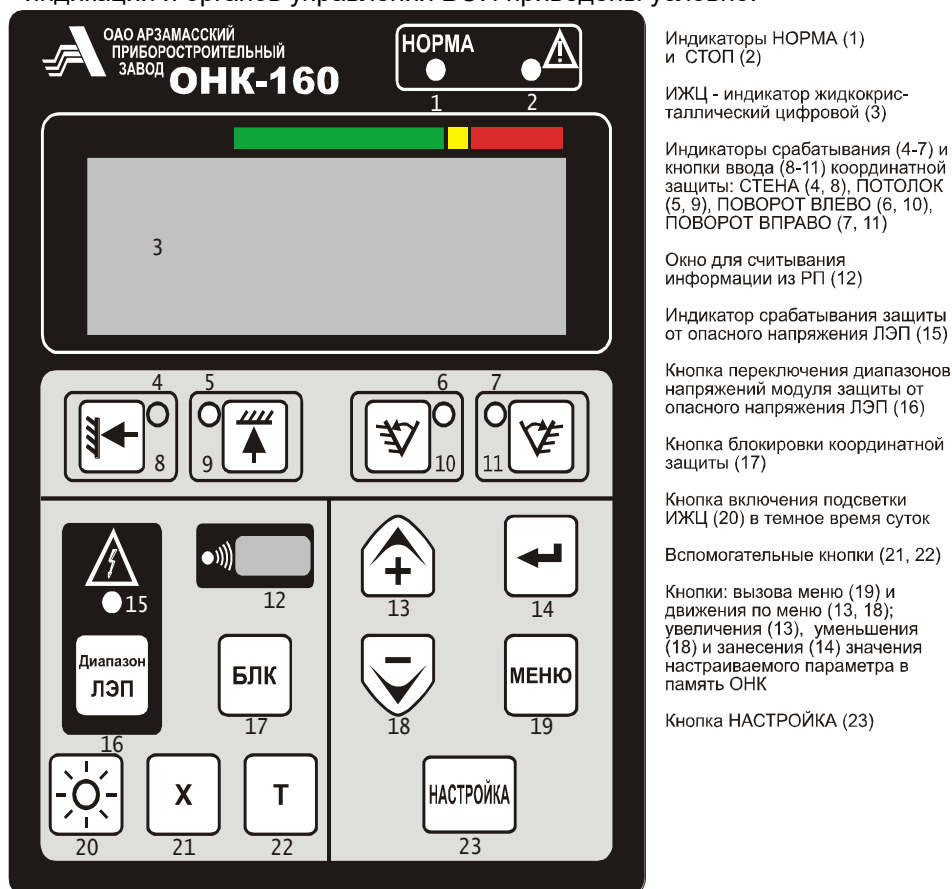

Рисунок 3 - Лицевая панель БОИ
1.4.5 Управление работой ограничителя [ввод режимов работы крана и (или) параметров координатной защиты, индикация режимов работы и (или) рабочих параметров крана] осуществляется с лицевой панели БОИ (см. рисунок 3).